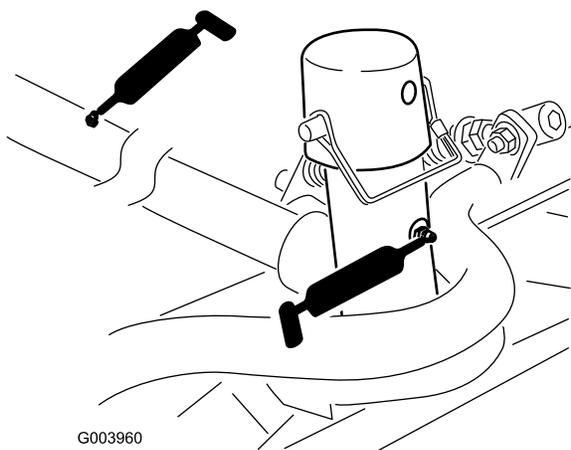

図 49
- キャリアフレームとピボット各カuttingユニットで2ヶ所 図 49